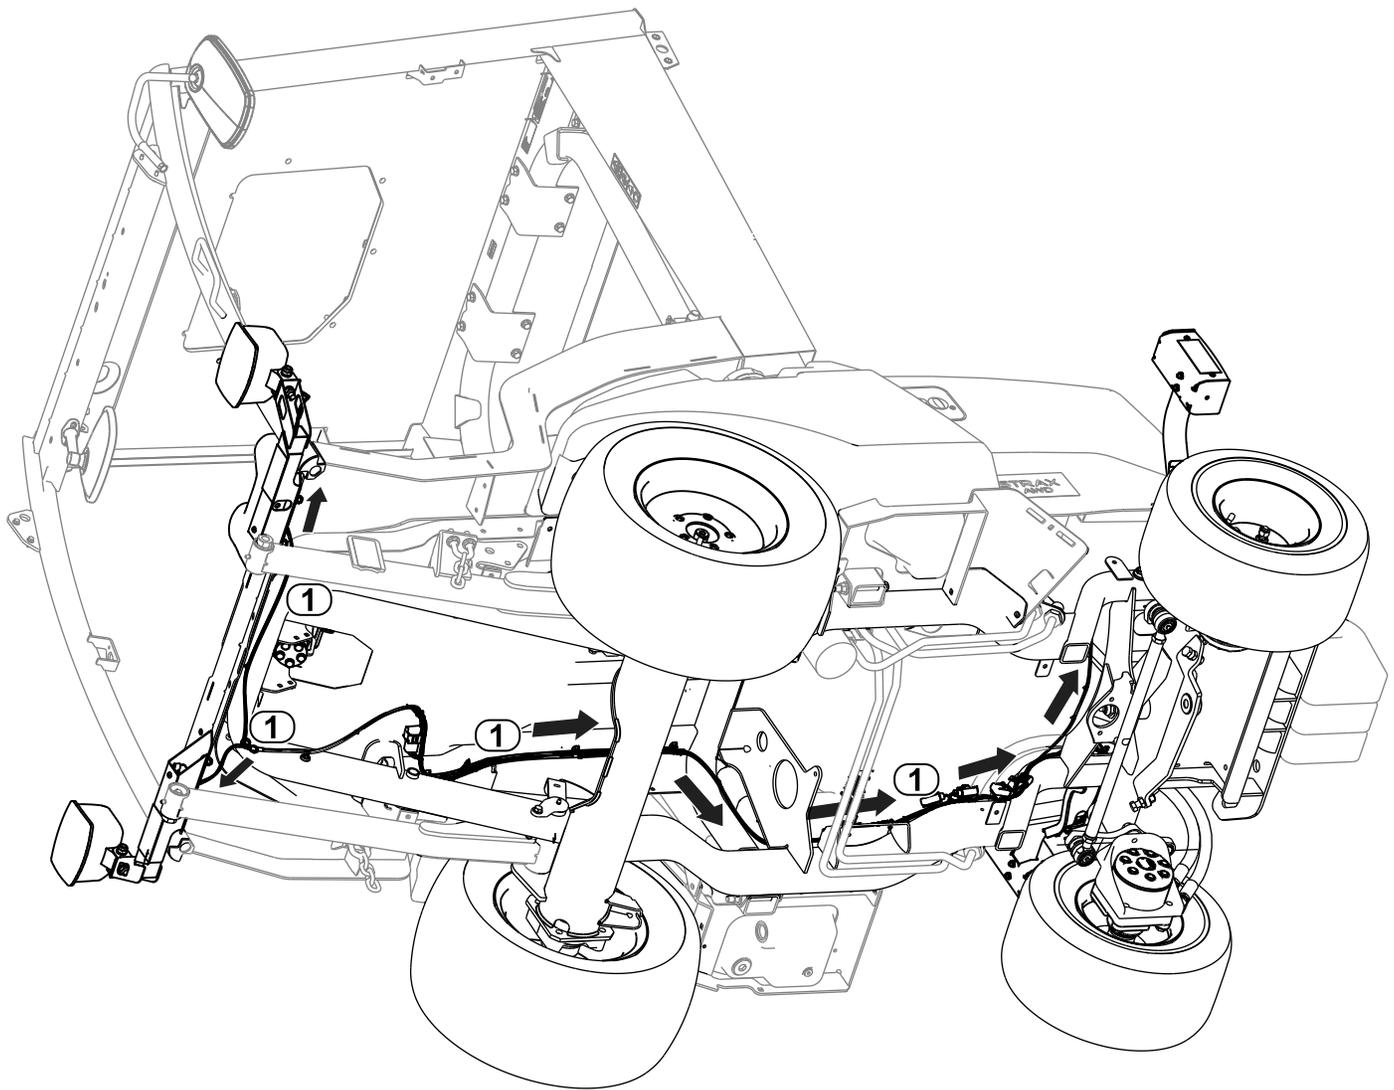

Figura 33
1. Enrute el conector del arnés de cables marcado FRONT LIGHT LH (P04) hasta el lado izquierdo de la unidad. Conecte el arnés a la luz (Figura 33).
2. Enrute el conector del arnés de cables marcado FRONT LIGHT RH (P05) hasta el lado derecho de la unidad. Conecte el arnés a la luz (Figura 33).
3. Enrute el conector del arnés de cables marcado REAR LIGHT LH (P01) hasta el lado izquierdo trasero de la unidad (Figura 33).
4. Enrute el conector del arnés de cables marcado REAR LIGHT RH (P02) hasta el lado derecho trasero de la unidad (Figura 33).
6. Enrute el conector del arnés de cables marcado REAR LIGHT LH (P01) hasta la luz trasera (Figura 33).
7. Enrute el conector del arnés de cables marcado REAR LIGHT RH (P02) hasta la luz trasera (Figura 33).